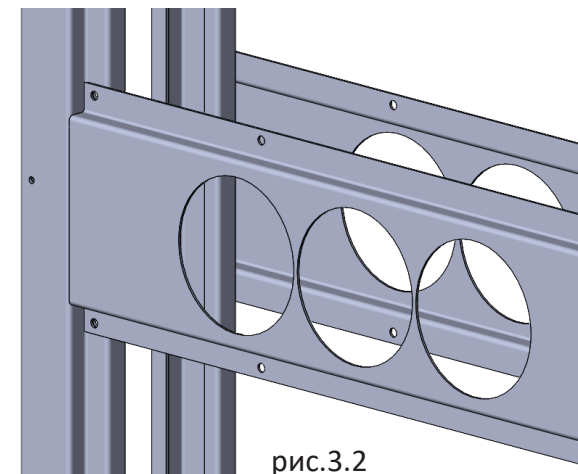

рис.3.2
3. Утопить ребро в четверть стойки (SL, SR), совместив крепёжные отверстия. Соединить детали с помощью саморезов 3,5х9мм (рис.3.2).